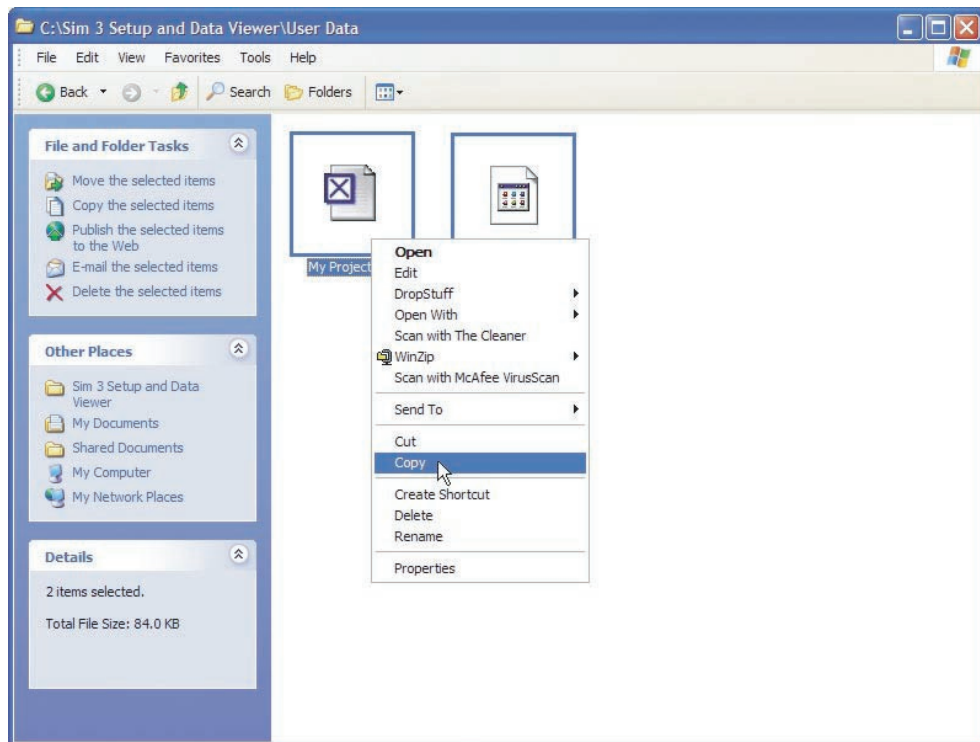

Figure 4.4. Copy the files in normal Windows fashion.
3. スタート>すべてのプログラム>アクセサリと進んで、エクスプローラを開きます。書き込みを希望するプロジェクトファイルを表示させ、ハイライト表示させ右ボタンクリックして表示されるメニューから<コピー>を選択します（図 4-4）。